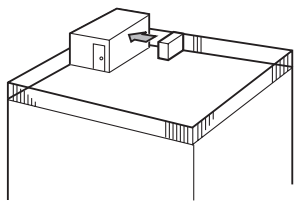

Fig. 2-3
- ① Richt de luchtuitlaat naar de dichtstbijzijnde muur, op ongeveer 50 cm van de muur. (Fig. 2-3)